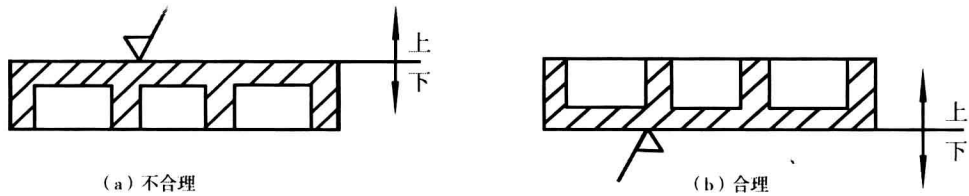

图 2-8 分型面的确定应使重要加工面朝下
(2)应使铸件上重要的加工面朝下或处于垂直位置,如图 2-8 所示。